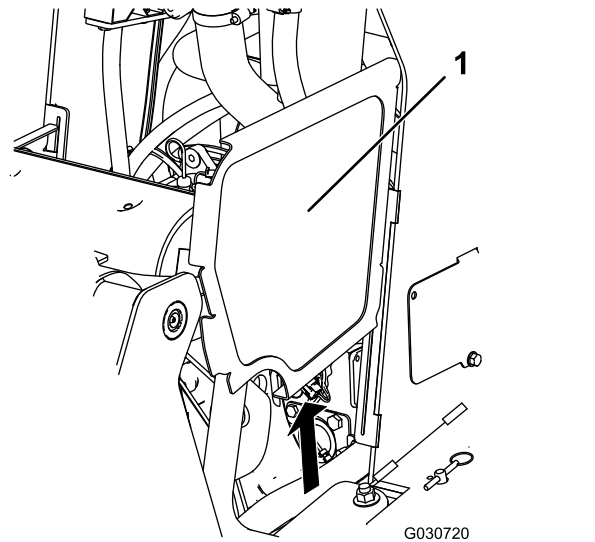

Figure 37
2. Faites coulisser les panneaux latéraux (Figure 37) vers le haut pour les sortir des fentes du panneau avant et du cadre.